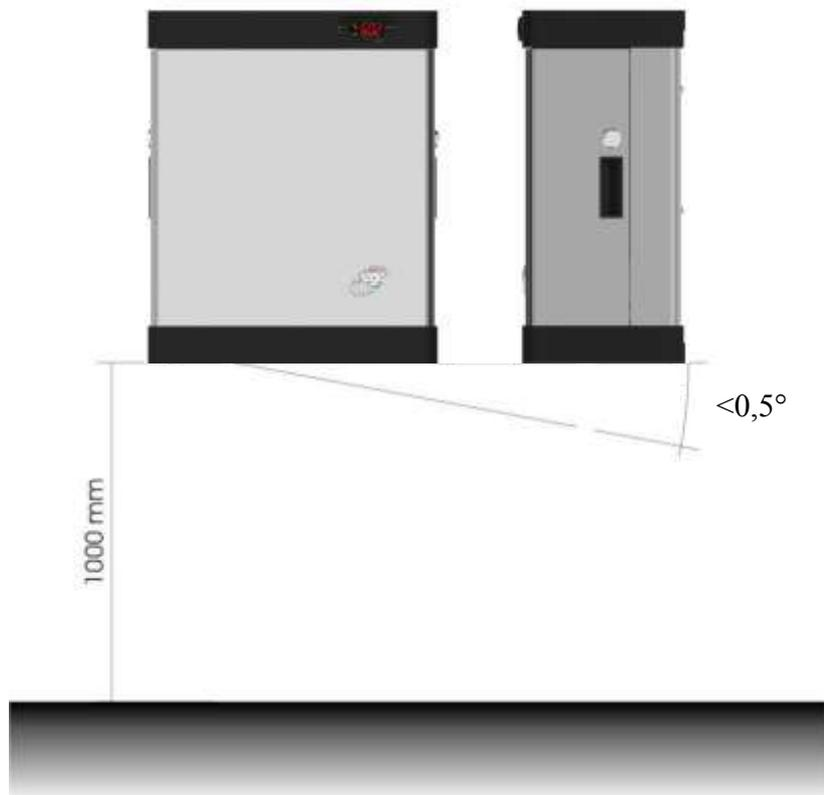
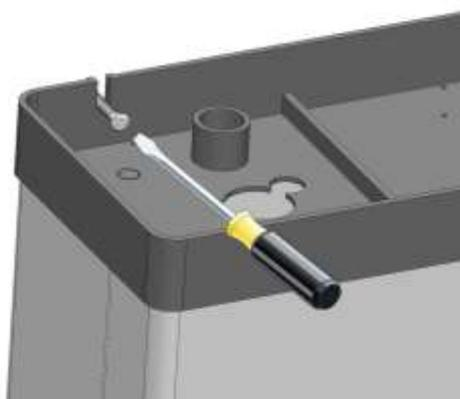

Fig. 1
Fig. 2
2. Fissare l'umidificatore a parete possibilmente ad 1 metro dal terreno ed a livello (fig.1) utilizzando le 4 asole poste nella parte posteriore per l'inserimento delle viti di fissaggio (fig. 2 e 3).